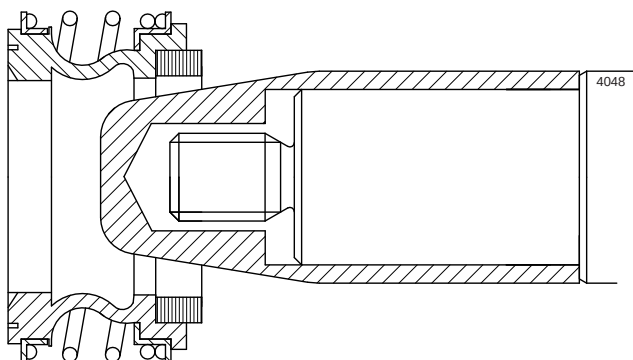

Figura 10: Bussola di montaggio speciale.
- *Utensili speciali: Il montaggio della tenuta meccanica risulta più facile se si utilizza una bussola di montaggio appositamente rastremata. Gli orli taglienti dell'albero sono ricoperti in modo da rendere meno rischioso il danneggiamento della tenuta durante il montaggio. Vedere la figura 10.*